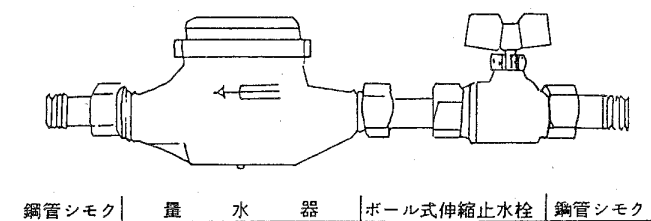

図 3.6.1 受水槽以下量水器の施工例
- 8) 受水槽以下の量水器前後の配管施工例を図 3.6.1に示す。